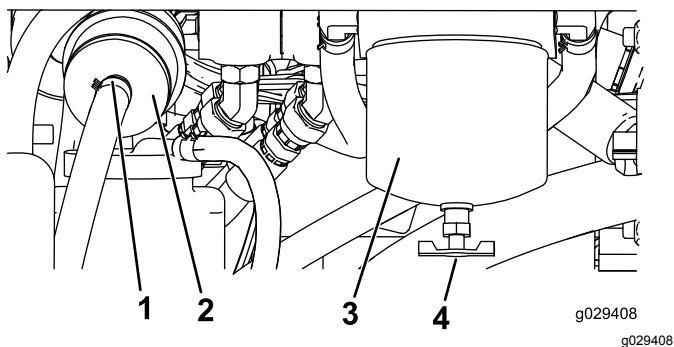

Рисунок 49
4. Найдите топливный фильтр на задней стороне двигателя (Рисунок 49) и поместите под него чистую емкость.
4. Найдите топливный фильтр на правой стороне двигателя (Рисунок 49) и поместите под ним чистую емкость.
5. Очистите область крепления стакана фильтра (Рисунок 49).
6. Снимите стакан фильтра и очистите монтажную поверхность (Рисунок 49).
9. Вверните стакан фильтра вручную в монтажное отверстие. После соприкосновения прокладки с монтажной поверхностью доверните стакан еще на пол-оборота (Рисунок 49).
10. Найдите проходной фильтр слева от стакана топливного фильтра (Рисунок 49) и отметьте направление стрелки потока на боковой стороне проходного фильтра.
11. Ослабьте хомуты на обоих концах проходного фильтра и отсоедините от него шланги (Рисунок 49). Удалите в отходы фильтр.
12. Наденьте шланги на концы нового фильтра (Рисунок 49) так, чтобы стрелка на фильтре показывала в сторону двигателя или электрического топливного насоса.